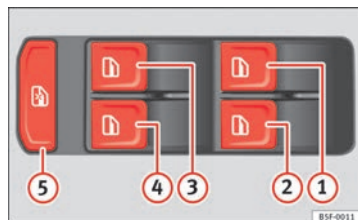

Abb. 58 Ausschnitt aus der Fahrertür: Bedienelemente für vordere und hintere Fenster
Die Tasten ⇒ Abb. 58 ①, ②, ③ und ④ weisen zwei Positionen zum Öffnen und zwei zum Schließen des Fensters auf. Dadurch ist es einfacher, die Öffnungs- und Schließvorgänge zu kontrollieren.